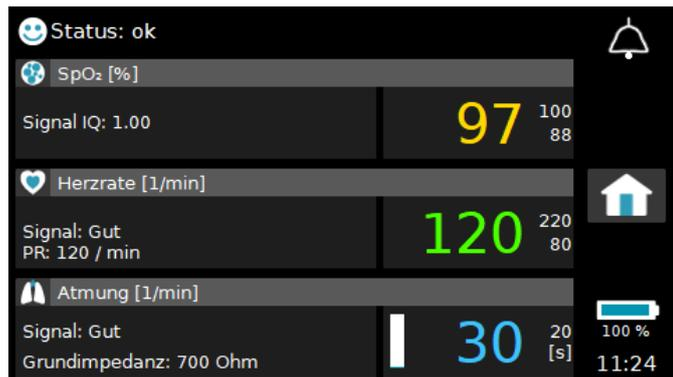

Fig. 77 Ansicht 1 Bildschirminhalt mit PR/HR anzeigen auf Ein gesetzt
Wenn Sie die Einstellung **PR/HR anzeigen** auf **Ein** setzen, wird die Pulsrate (PR) gleichzeitig mit der Herzrate (HR) sowohl in **Ansicht 1** als auch in **Ansicht 2** angezeigt. In **Ansicht 1** wird der aktuelle Wert der **PR** auf der linken Seite des Bildschirms unterhalb der Signalqualitätsanzeige im Arbeitsbereich **Herz-/Pulsrate** angezeigt, wie in Fig. 77 dargestellt.